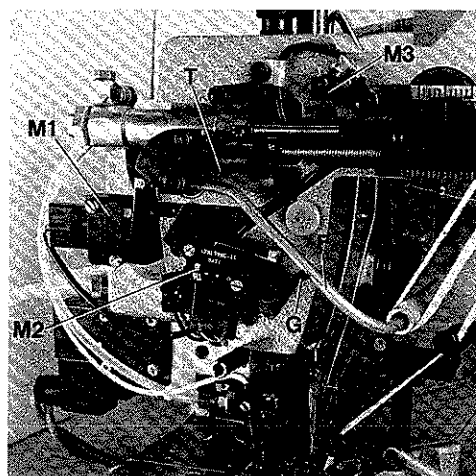

Fig. 58
Micro switch M1, Figs. 58 and 59:
Micro switch M3, Figs. 58 and 60:
Mikroschalter M1, Fig. 58 und 59:
Mikroschalter M3, Fig. 58 und 60:
3. Move actuating lever (F, Fig. 58) between the two stop roll pins (G and T) very slowly up and down. Yet the actuating lever (F) must reach a neutral position between lower and upper roll pin (G and T), where the rotating puller roller of the metering device visibly stops, before it rotates in the opposite direction, when moving the actuating lever further on. I.e. the switching of the micro switches (M1 and M2) is not allowed to overlap! If necessary, reposition micro switches (M1 and M2) slightly. Observe the end play of the roller lever of the switches, as described above.
The actuating lever (F, Fig. 58) effects by switching on and off the motor of the metering device with micro switch (M1), that the required amount of lace respectively elastic is metered exactly under the preset tension.
The second tension can be selected while sewing with a knee valve actuated air cylinder. By the increased spring tension yet the actuating lever (F, Fig. 58) is pressed against stop roll pin (T). Simultaneously micro switch (M2) switches the motor respectively the puller roller of the metering device to rotate in the opposite direction until the second tension is reached, under which lace or elastic is again metered uniformly.
3. Bewegen Sie den Schaltbügel (F, Fig. 58) zwischen den beiden Anschlag-Spannhülsen (G und T) sehr langsam auf und ab. Dabei muß der Schaltbügel (F) zwischen unterer und oberer Spannhülse (G und T) eine neutrale Stellung erreichen, bei der die sich drehende Walze des Zumeßgeräts sichtbar stoppt, bevor sie sich, beim Weiterbewegen des Schaltbügels, in entgegengesetzter Richtung dreht. Das heißt, das Schalten der Mikroschalter (M1 und M2) darf sich nicht überlappen! Wenn notwendig versetzen Sie die Mikroschalter (M1 und M2) ein wenig. Beachten Sie dabei das Spiel der Schalter-Rollenhebel, wie vorstehend beschrieben.
Der Schaltbügel (F, Fig. 58) bewirkt durch Ein- und Ausschalten des Motors des Zumeßgeräts mit dem Mikroschalter (M1), daß die benötigte Spitzen- bzw. Gummibandmenge unter der voreingestellten Spannung genau zugemessen wird.
Die zweite Spannung kann während des Nähens mit einem durch Knieventil betätigten Luftzylinder angewählt werden. Der Schaltbügel (F, Fig. 58) wird dabei durch die erhöhte Federspannung gegen die Anschlag-Spannhülse (T) gedrückt. Gleichzeitig schaltet der Mikroschalter (M2) den Motor bzw. die Walze des Zumeßgeräts in die entgegengesetzte Drehrichtung bis die zweite Spannung erreicht ist, unter welcher Spitze oder Gummiband wieder gleichmäßig zugemessen wird.